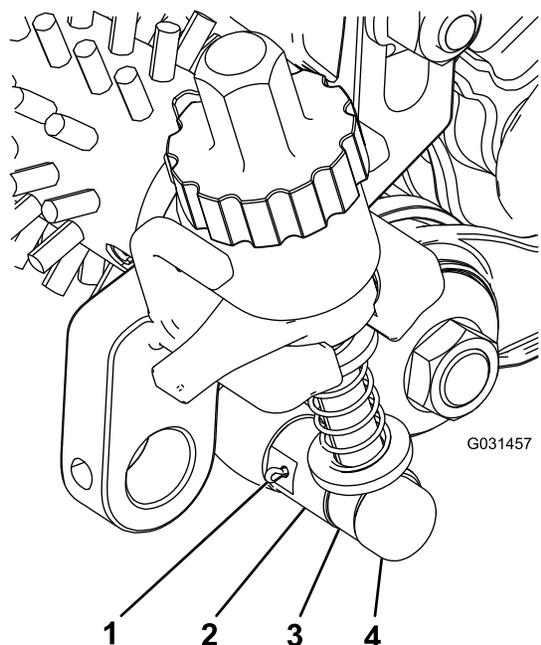

Figura 23
4. Alinhe a barra de montagem do braço de ajuste para perto do conjunto do rolete com o anel de ajuste no conjunto do rolete e fixe-o com um pino de ajuste e um contrapino (Figura 23).